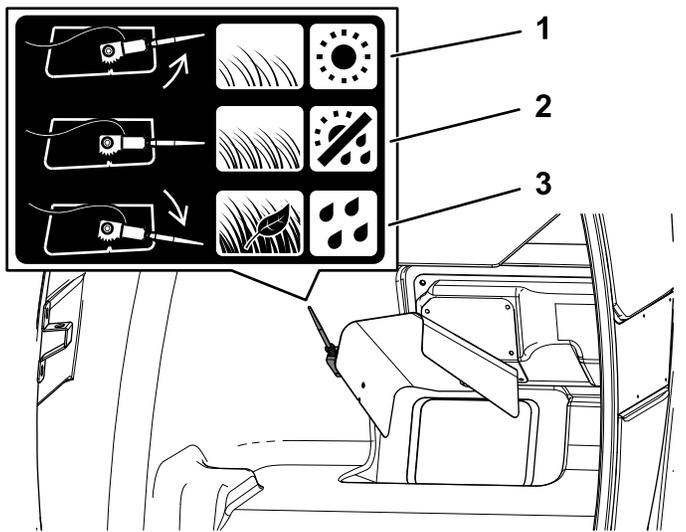

図 28
- 通常の芝状態や通常の天候時には、センサーを中位置にセット 図 28。
- ぬれた芝、密度の高い芝生、落ち葉を集める時や、センサーが働く前にホッパーが満杯になってしまう場合にはセンサーを下向きに回す 図 28。
- 乾いた芝、密度の低い芝生や、ホッパーが満杯になっていないのにデッキが停止する場合にはセンサーを上向きに回す 図 28。